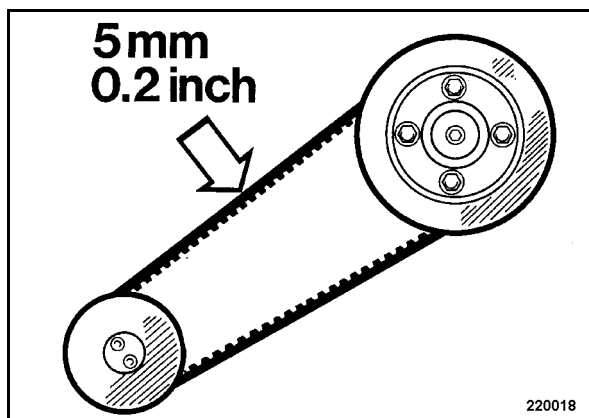

рис. 44
- Размер продавливания около 5 мм (рис. 44).